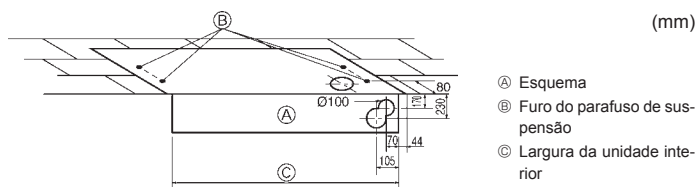

Fig. 3-3
3) Selecção dos parafusos de suspensão e das posições da tubagem (Fig. 3-3)